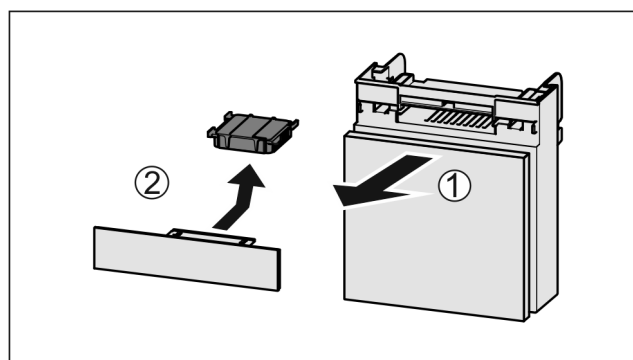

Fig. 102
- ▶ Extrageți Fig. 102 (1) compartimentul către înainte.
- ▶ Scoateți Fig. 102 (2) filtrul de cărbune activ.